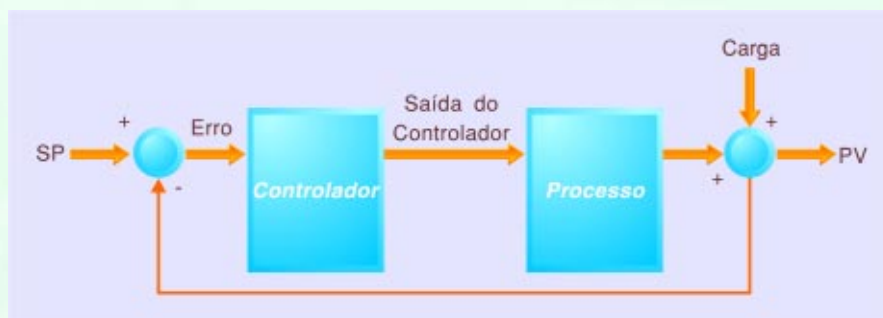

Figura 2 - Comparação entre o SP (valor desejado) e o PV (valor do processo).
o valor de correção na saída do controlador para que o valor do processo (PV) se aproxime do valor desejado (SP), conforme ilustra a **figura 2**.